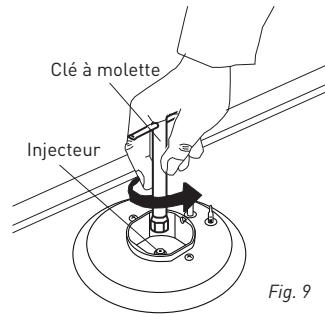

Fig. 9
- Dévissez les injecteurs. Utilisez à cet effet une clé de 7 mm (figure 9).